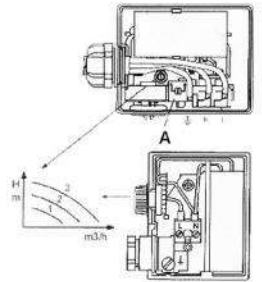

рис. 7
Для замены конденсатора, снимите зажим, закрепляющий провода конденсатора (рис. 7 (A)); вытащите их и введите провода нового конденсатора. Характеристики указаны шильдике ( $\mu F$ ). Надавите на зажим, чтобы их зафиксировать.